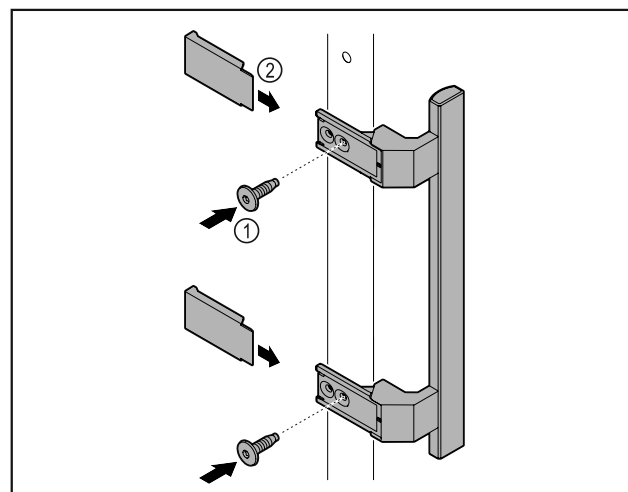

Fig. 7
- ▶ Pritvirtinkite rankeną iš priedų pridėdama varžtais Fig. 7 (1) prie durų.
- ▶ Uždėkite dengiamąją plokštelę Fig. 7 (2).